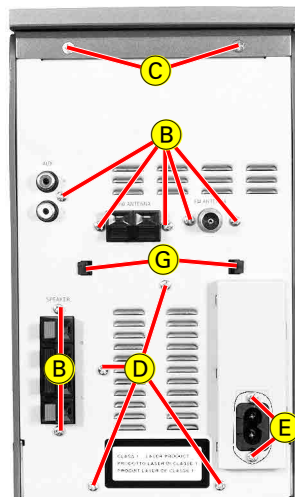

Fig. 4
- 7 Schrauben **B** (Fig. 4) herausdrehen.
- 2 Schrauben **C** (Fig. 4) herausdrehen.
- 2 Schrauben **E** (Fig. 4) herausdrehen.
- Gehäuseoberteil mit Cassettenteil hinten anheben, 2 Rastnasen **G** (Fig. 4) ausrasten und Gehäuserückwand abnehmen.
- Undo 7 screws **B** (Fig. 4).
- Undo 2 screws **C** (Fig. 4).
- Undo 2 screws **E** (Fig. 4).
- Lift the Cabinet top together with the Cassette Part at the rear, disengage hooks **G** (Fig. 4) and remove the cabinet rear.